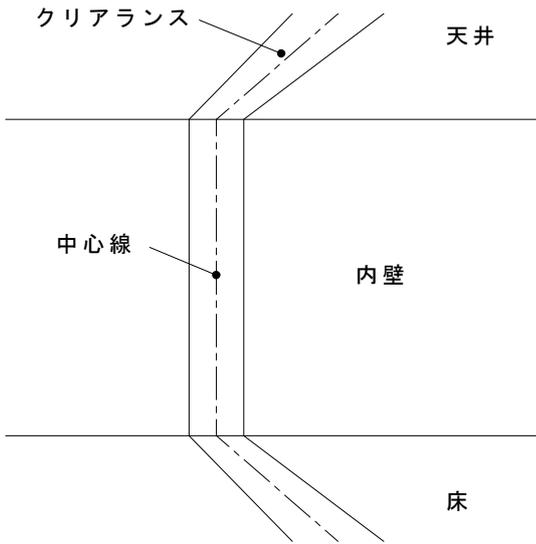
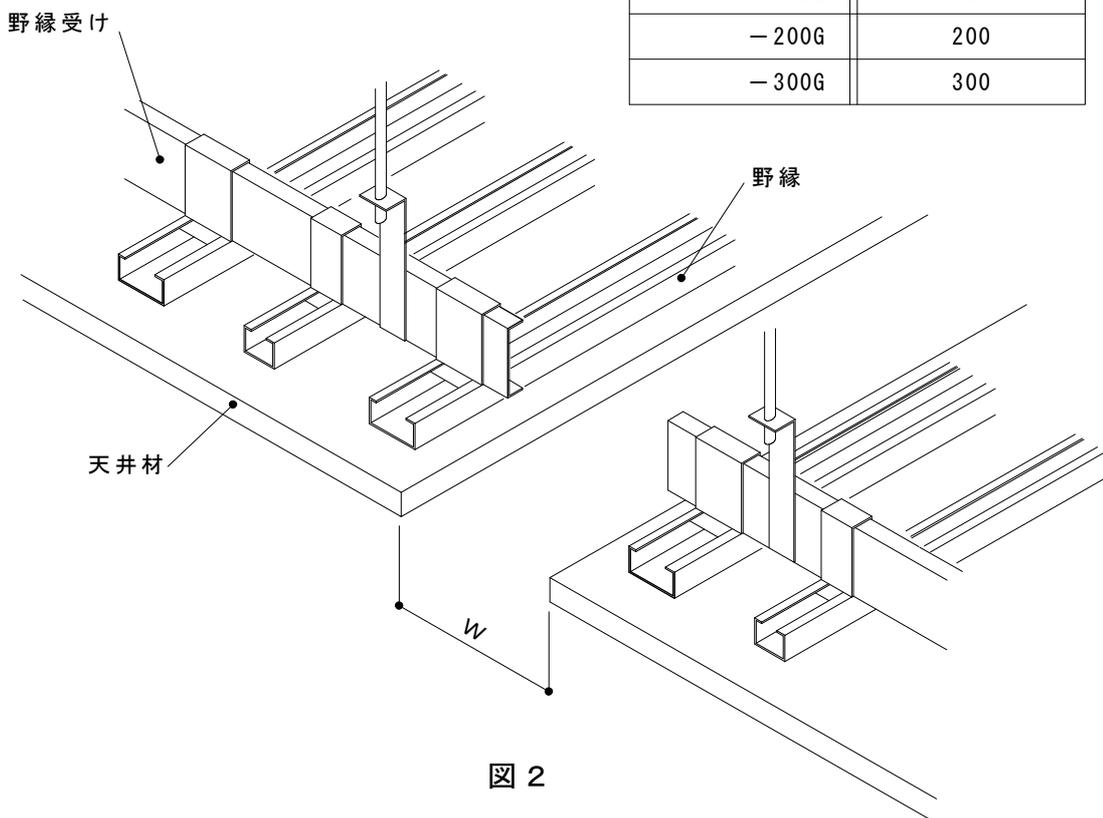

図 1
図 2
2. 天井材のクリアランスは、変位量にあわせて仕上げて下さい。それぞれの規定値よりも狭い場合には変形性能が確保できなくなる場合があります。(表 1, 図 1, 図 2)